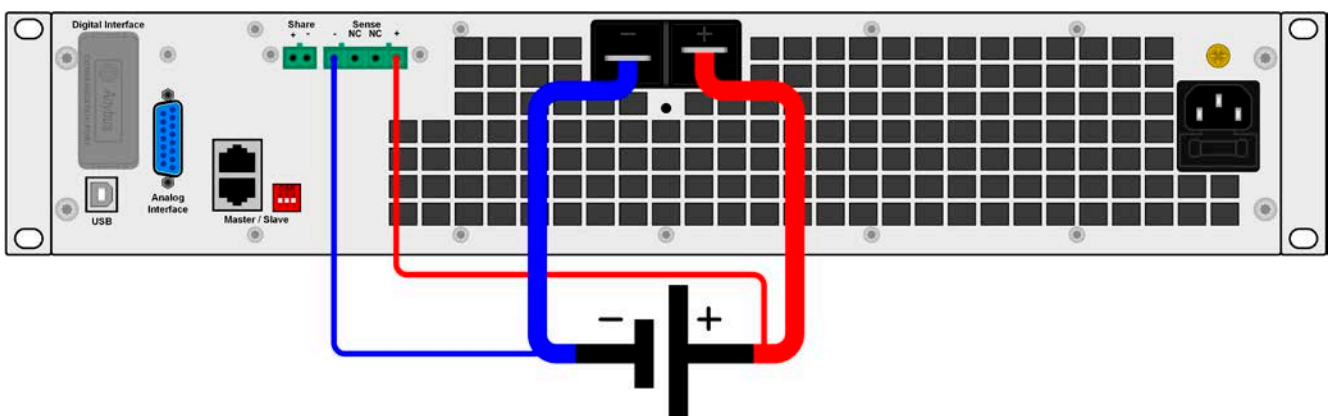

Bild 7 - Prinzip der Fernfühlungsverdrahtung
- Die Fernfühlung ist nur im Konstantspannungsbetrieb (CV) wirksam und der Fernfühlungsanschluß sollte möglichst nur solange angeschlossen bleiben, wie CV benutzt wird, weil die Schwingneigung des Systems durch Verbinden der Fernfühlung generell erhöht wird.
- (+) Sense darf nur am (+) der Quelle und (–) Sense nur am (–) der Quelle angeschlossen werden. Ansonsten könnte die elektronische Last beschädigt werden. Siehe auch Bild 7.